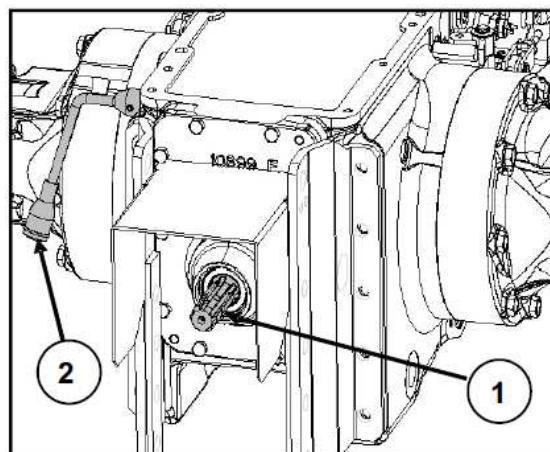

Fig. 4-11
O veio da TDF (1- Fig. 4-11) pode ser acionado de duas formas:
- Use a alavanca (2 – Fig.4-11) para 540E ou 540 TDF RPM